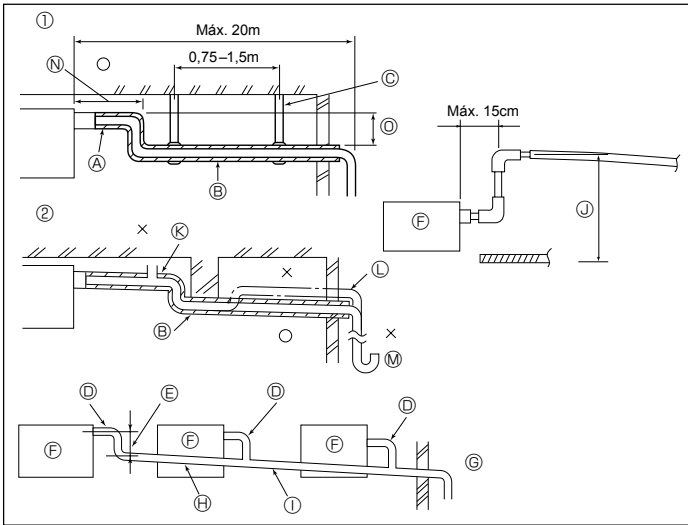

Fig. 3-4
3.3. Tubería de drenaje (Fig. 3-4)